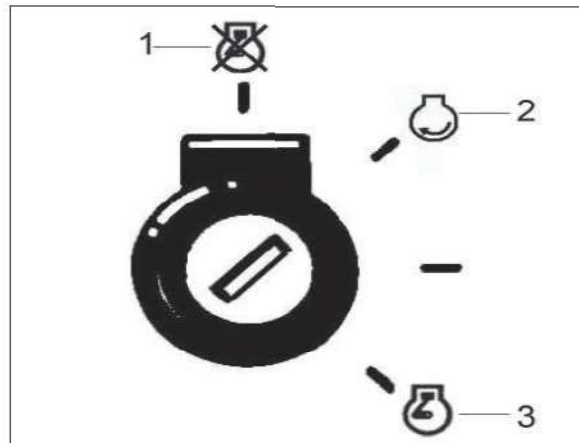

Figure 4.16 - Posities van de sleutel in het contact
- Draai de sleutel naar de aanzwengelstand (3, zie afb. 4.16).